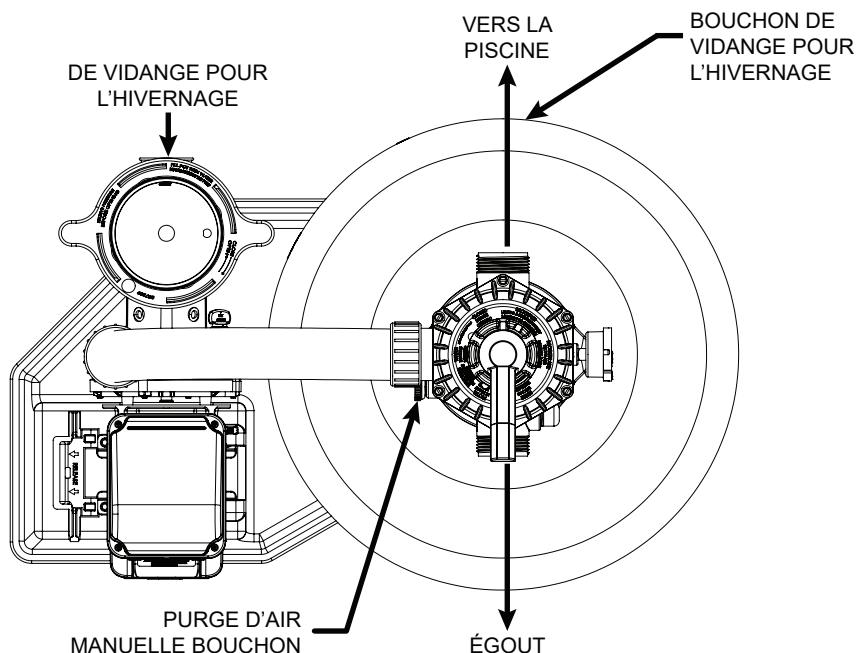

Figure 1.
2. Prévoyez un accès suffisamment spacieux et bien éclairé pour l'entretien. Positionnez le système de filtration près de la piscine. Reportez-vous à la figure 1 pour une installation typique.
- C. Placez la base du système par terre près de sa position ultime. Reportez-vous à la figure 1.
6. Assurez-vous que le dessus du filtre est libre de tout sable et de débris et que le joint torique est en place sur le corps de vanne. Installez la vanne de manière à ce que les orifices soient dans la position finale désirée. Reportez-vous à la figure 1 de la page 4.